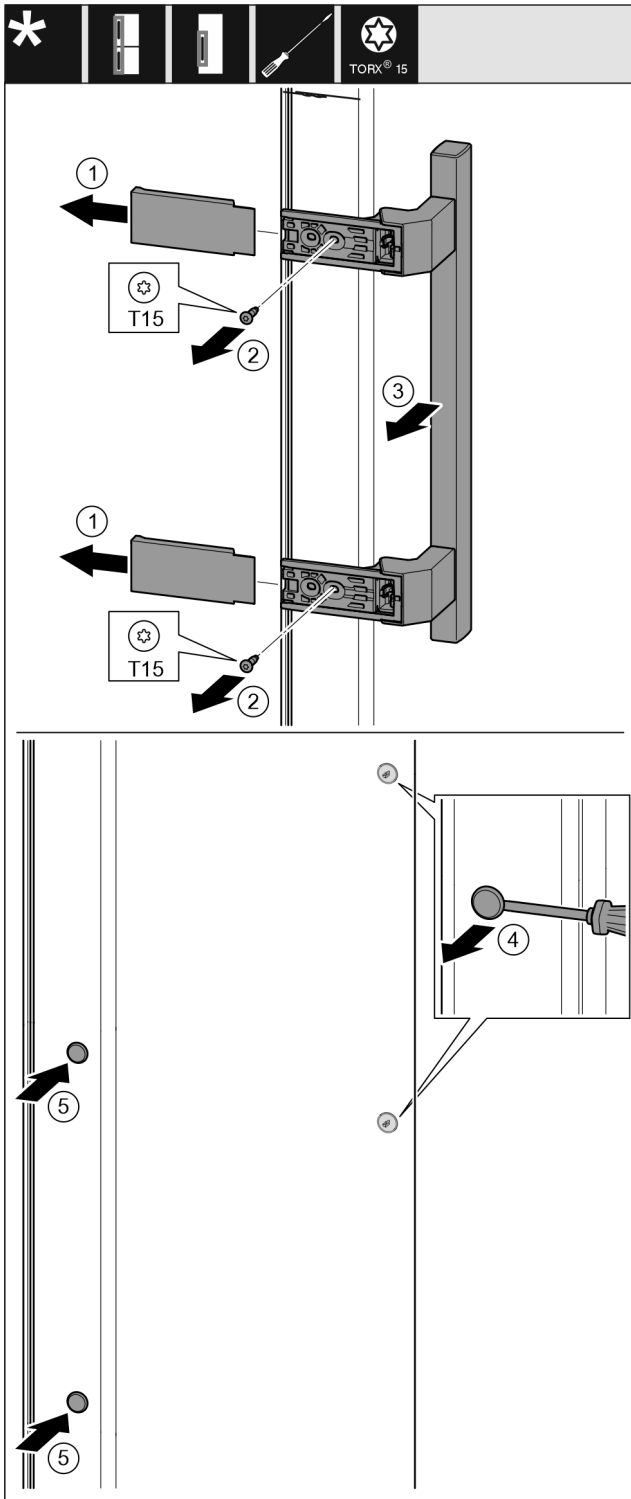

Fig. 19
- ▶ Vedä suojus irti. Fig. 19 (1)
- ▶ Kierrä ruuvit irti T15-ruuvimeisselillä. Fig. 19 (2)
- ▶ Irrota kahva. Fig. 19 (3)
- ▶ Kohota sivussa olevia nastoja varovasti uraruuvimeisselillä ja vedä ne ulos. Fig. 19 (4)
- ▶ Aseta nastat paikoilleen toiselle puolelle. Fig. 19 (5)